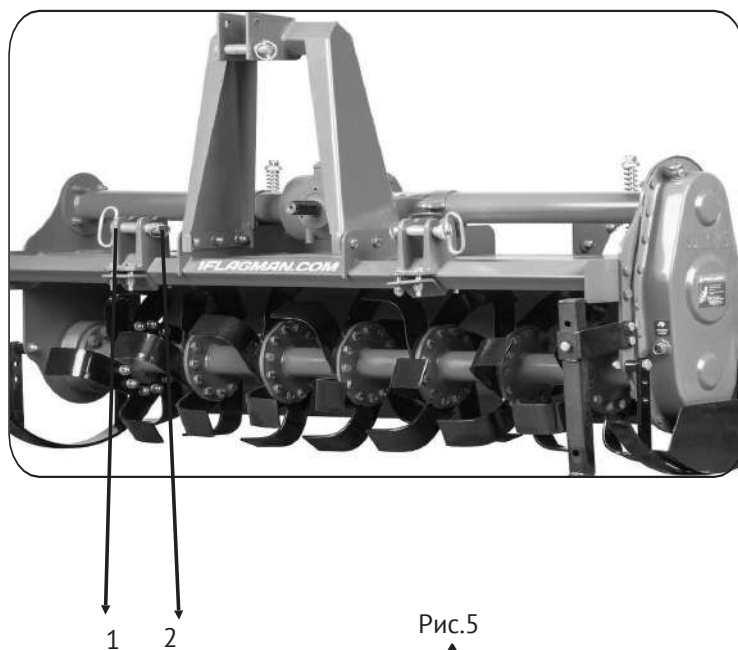

Рис.5
В зависимости от точных размеров этих двух типов сцепных устройств найдите наилучшее положение для машины, перемещая пластины (1 Рис. 5) вдоль квадратной трубы и вставляя штифт (2 Рис. 5) в отверстия, соответствующие диаметру параллельных рычагов трактора.
Пластины (1 Рис. 5) всегда должны устанавливаться, как показано на Рис. 5, отверстиями к передней части квадратной трубы. Производитель не несет никакой ответственности за повреждения машины или трактора, если это существенное требование к установке не соблюдается.
- 1) Возле подъемных штанг установите в наиболее подходящее положение пластины (2 рис. 5). Вставьте штифт (1 Рис. 5) в соответствующее отверстие и зафиксируйте его с помощью защелкивающихся шплинтов.